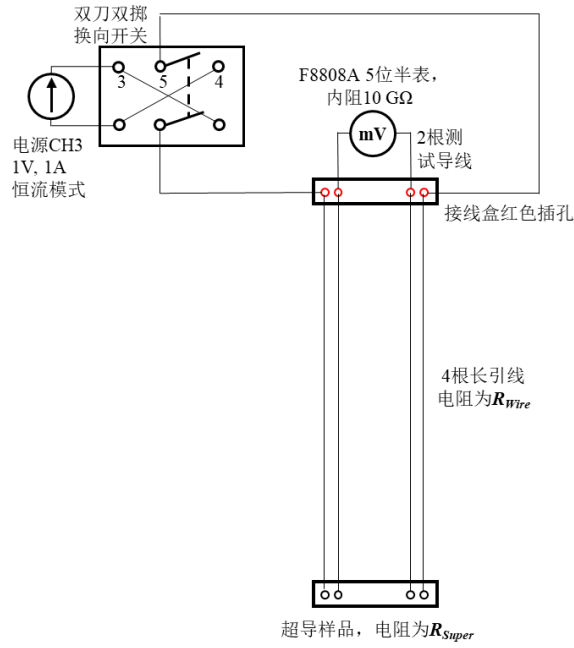

Figure 2: 测量超导体电阻电路图
把 IT6333A 的 CH3 设置成 1V1A，然后按照 Figure 2 的电路图进行接线，此时 IT6333A 处于恒流模式。
- 搭建 Figure 2 所示的电路后，观察此时电源 CH3 工作在恒流模式还是恒压模式？输出电压和电流分别是多少？对于电源 CH3 来说，总的负载电阻是多少？